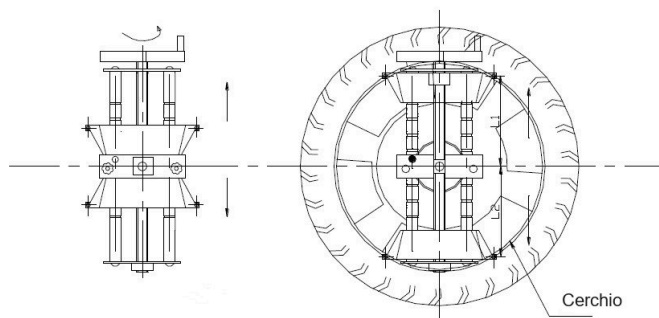

Figura 3.2-1 Montaggio della graffa
- 1) Ruotare il volantino per adattare le griffe al diametro del cerchio. Il verso di montaggio della graffa è indicato nella figura 3.2-1;